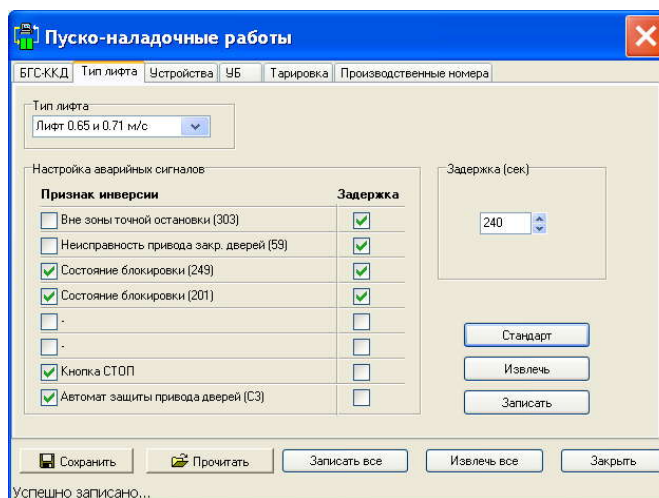

Рисунок 43 – Вкладка "Тип лифта" окна "Пуско-наладочные работы"
- Открыть вкладку **Тип лифта** окна **Пуско-наладочные работы** (Рисунок 43).